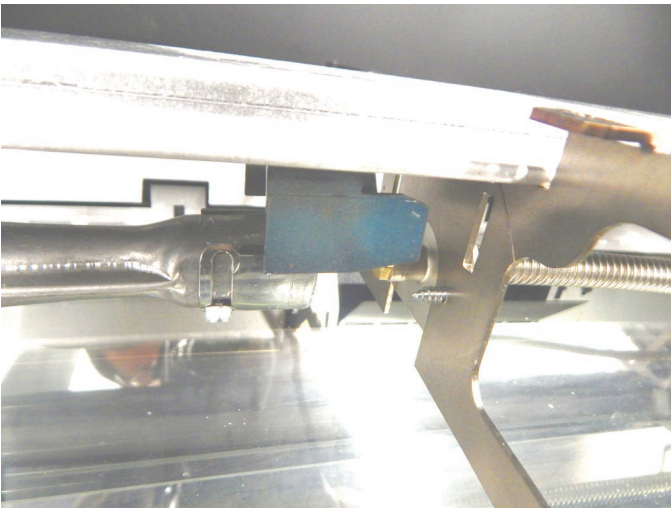

Figure 5
11. L'ensemble du brûleur peut maintenant être déplacé d'environ 1 po (2-3 cm) vers la gauche pour libérer l'obturateur d'air du porte-orifice. Les supports extérieurs du brûleur peuvent devoir être poussés vers la gauche pour aider à déplacer le brûleur vers la gauche. Il y a quatre (4) pattes de verrouillage du brûleur sous le centre de l'ensemble du brûleur. Ces pattes se verrouillent avec les fentes situées dans les deux supports centraux du brûleur. **Voir Figure 5.** Une fois ces pattes verrouillées aux supports centraux du brûleur, l'ensemble du brûleur peut être soulevé 3-4 po (8-10 cm) pour avoir accès à l'orifice et à l'obturateur d'air. Il est recommandé de supporter l'ensemble du brûleur et de protéger de tout dommage le panneau de verre.